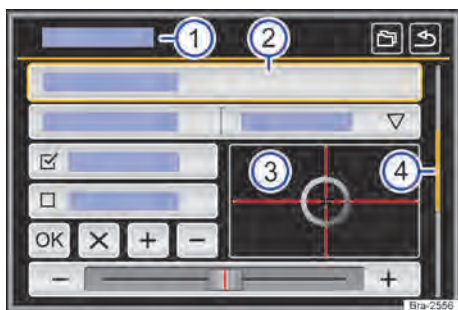

Fig. 126 Representação esquemática: vista geral das possíveis superfícies de função no display.
O aparelho está equipado com um touchscreen (tela de toque) → Fig. 126 ③.
As superfícies de função iniciam funções ou abrem outros submenus. Em submenus é indicado, na linha do título, o menu atualmente selecionado → Fig. 126 ①.